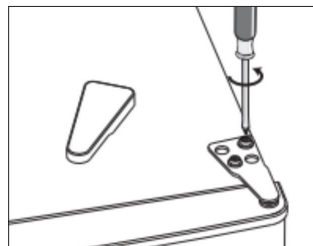

Рис. 3
3. Придерживая дверь руками, открутите болты, которыми фиксируется верхняя петля, и отложите ее в сторону (рис. 3).